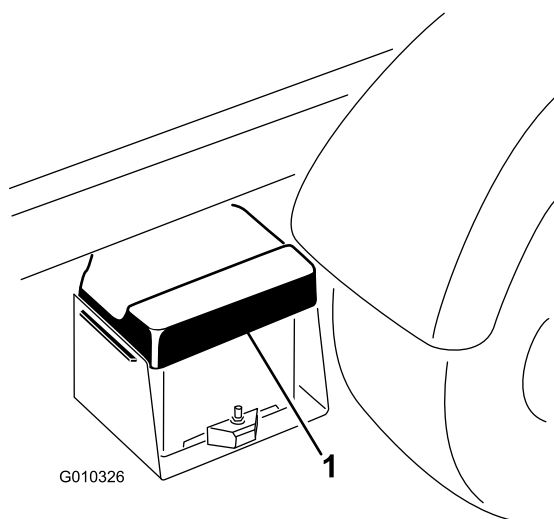

Figura 51
1. Stringete il coperchio della batteria per liberare le linguette dalla cassetta della batteria, quindi rimuovete il coperchio della batteria dalla cassetta della batteria stessa (Figura 51).